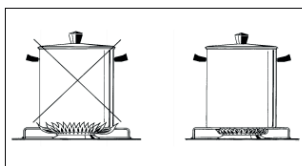

Figura 9
- Utilize sempre panelas adequadas para cada tipo de queimador (veja a tabela 4 e a figura 9).
- Levante os queimadores e desparafuse os bicos injetores (figura 9) utilizando uma chave tipo Canhão de 7mm e substitua os bicos por aqueles indicados para o novo tipo de gás sendo fornecido, de acordo com as informações na tabela 2 abaixo.